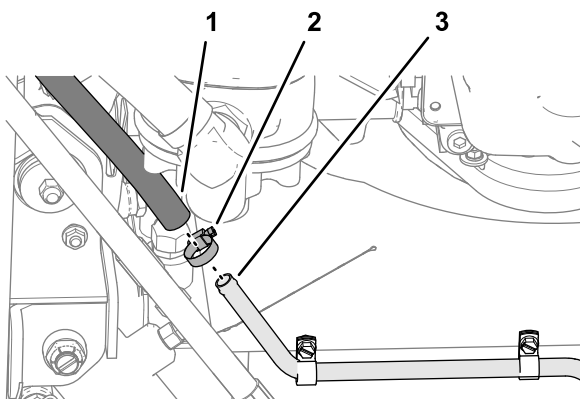

Figur 50
3. Monter slangens lige fitting med modhager i port T på knivcylinderens manifold (Figur 50).